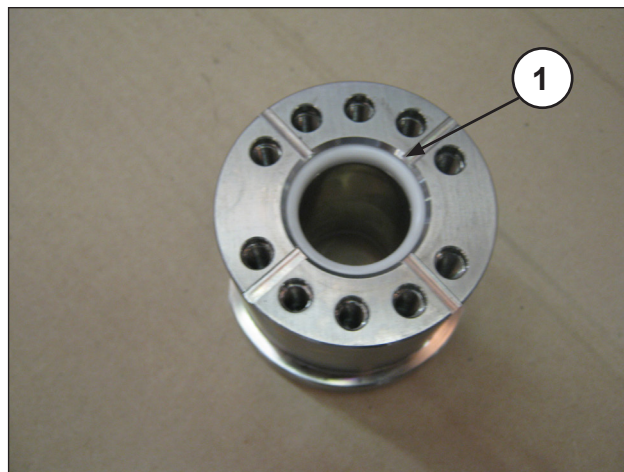

Fig. 37
- Insérer le joint d'étanchéité dans la chemise (Fig. 37, rep. ①).